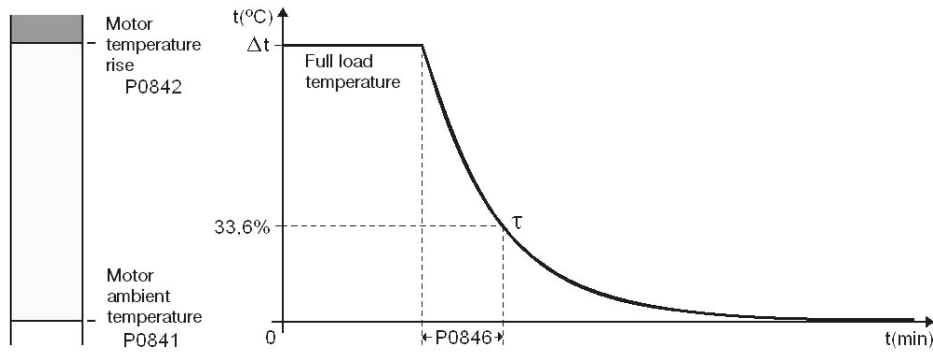

Рисунок 15.10: Постоянная охлаждения обесточенного двигателя
■ P0846 настраивает постоянную охлаждения двигателя, как показывает Рисунок 15.10.